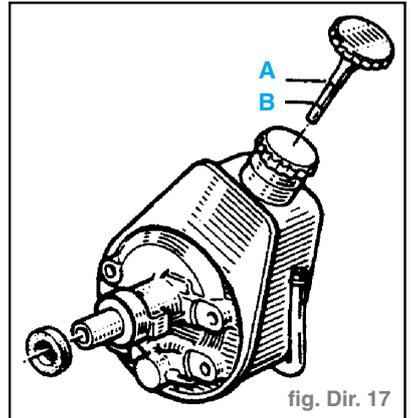

fig. Dir. 17
- à froid : le niveau doit correspondre au repère (B) «FULL COLD». (fig. Dir. 17)
- à chaud : le niveau peut atteindre le repère (A) «FULL hot».